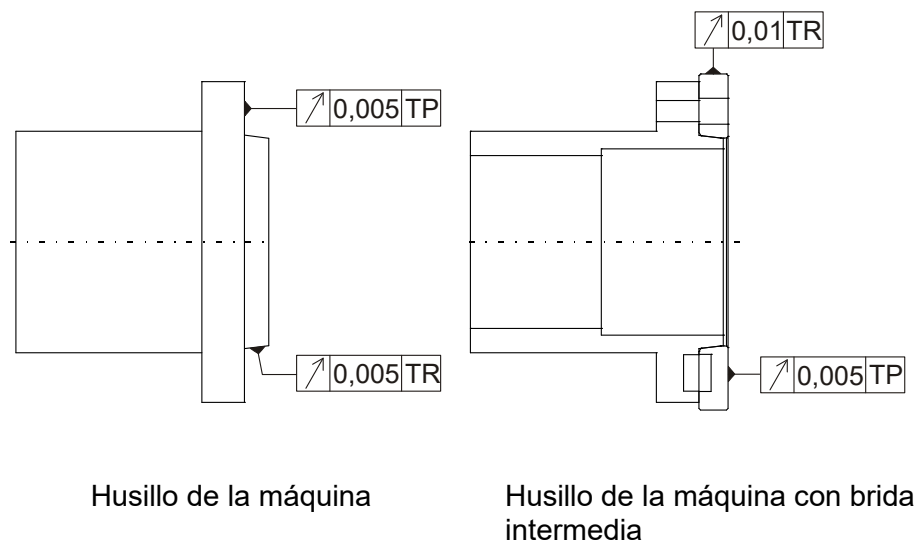

Fig. 3-2: Comprobación de la concentricidad y de la excentricidad axial
- Paso 2** Retire la tapa (1) del mandril de sujeción y coloque el tornillo tensor (5) correspondiente.
- Paso 3** Enrosque la retención de tornillo (6) en el tornillo tensor. Entre las superficies de contacto de la retención de tornillo (6) y el mandril de sujeción se debe ajustar un juego de 0,1 mm.
- Paso 4** Asegure la retención de tornillo (6) apretando el pasador roscado lateral.
- Paso 5** Coloque la barra de tracción (2) en la posición más adelantada y, una vez que haya aplicado pasta de cobre para evitar que la rosca se agarrote por oxidación/por adherencia, enrosque el adaptador (3) en la barra de tracción.
- Paso 6** Fije la brida intermedia (4) al husillo (si el mandril no se atornilla directamente al husillo), y revise la concentricidad y la excentricidad axial con ayuda de la Fig. 3-2.